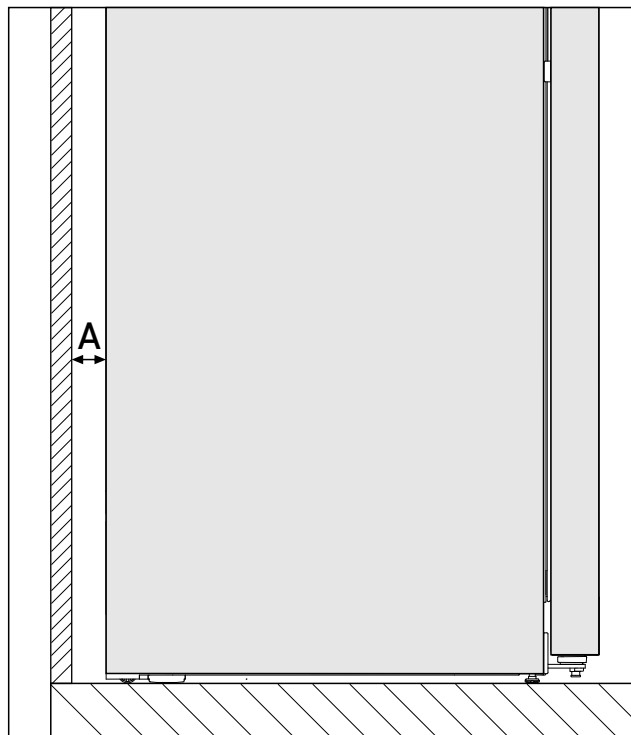

Fig. 2\*
Spotřeba energie byla zjištěna s ohledem na vzdálenost od stěny Fig. 2 (A) mezi zadní stranou spotřebiče a stěnou. Pokud je vzdálenost od stěny menší než Fig. 2 (A), nemá to žádný vliv na funkčnost spotřebiče, avšak při menší vzdálenosti od stěny se mírně zvýší spotřeba energie.\*